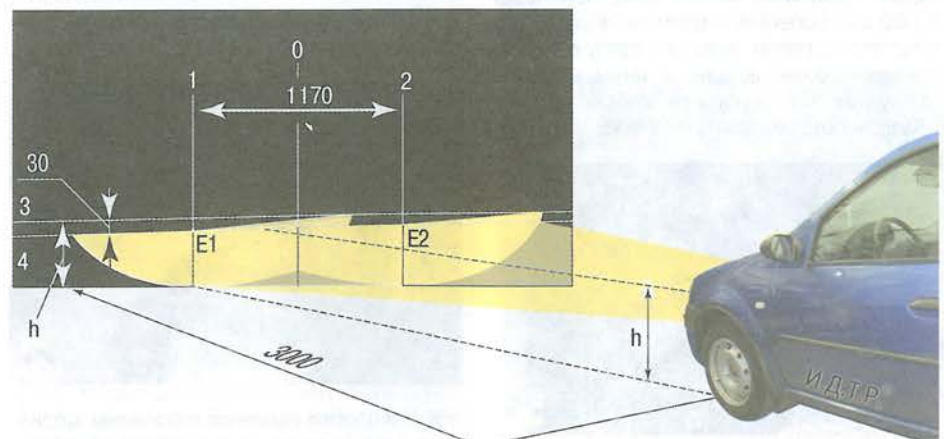

Рис. 4.3. Регулировка света фар
2. Установите автомобиль перпендикулярно гладкой стене (например, в гараже) на расстоянии 3 м. Положите на сиденье водителя дополнительный груз массой 75 кг. Разметьте на стене экран, как показано на рис. 4.3. Продольная плоскость симметрии автомобиля должна проходить по линии 0 на экране. Качните автомобиль сбоку, чтобы самоустановились пружины подвесок.
9. Фары считаются отрегулированными, когда верхние границы левых частей световых пятен совпадают с линией 4 (см. рис. 4.3), а вертикальные линии 1 и 2 проходят через точки **E1** и **E2** пересечения горизонтальных и наклонных участков световых пятен.